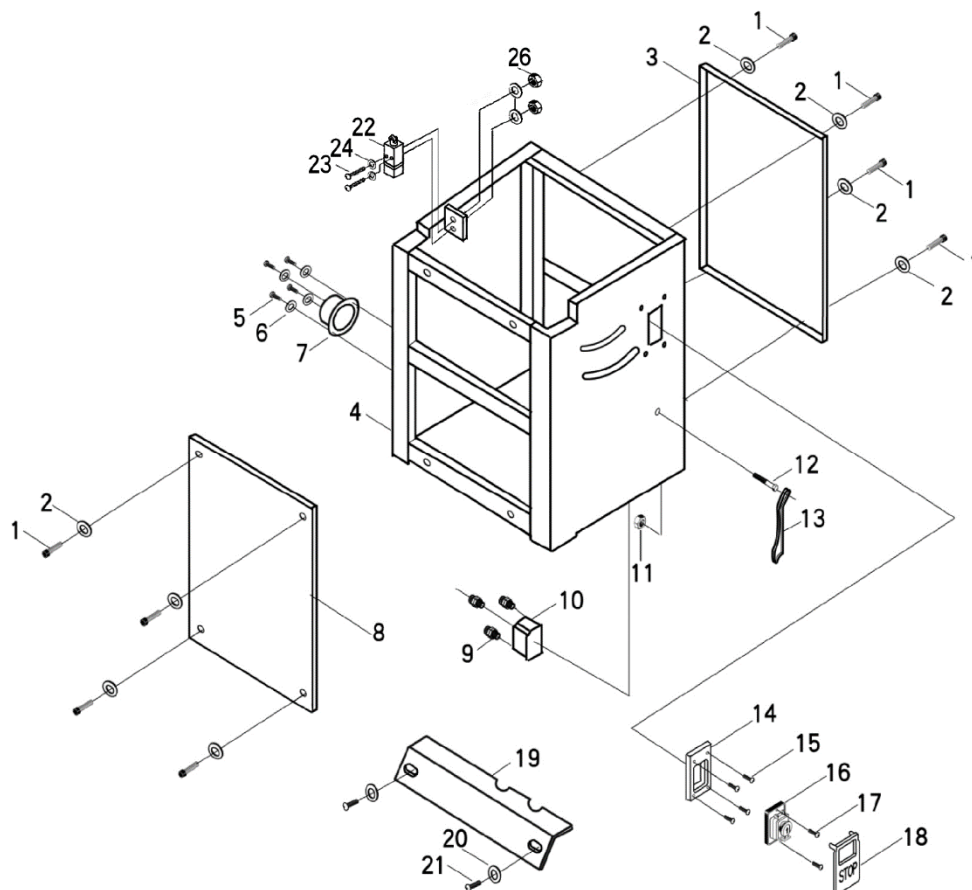

Рисунок 28.
- снимите накладку **19** (рис. 28), открутив два болта **21**, для доступа к внутреннему кожуху пильного диска и расклинивающему ножу;
- прикрутите накладку **19** (рис. 28) и установите подвижный стол.
- Отведите подвижную панель до упора и открутите два болта **21** (рис. 28), чтобы снять накладку **19** и получить доступ к пильному диску и расклинивающему ножу.
- Установите на место накладку **19** (рис. 28), подвижный стол и кожух пильного диска.